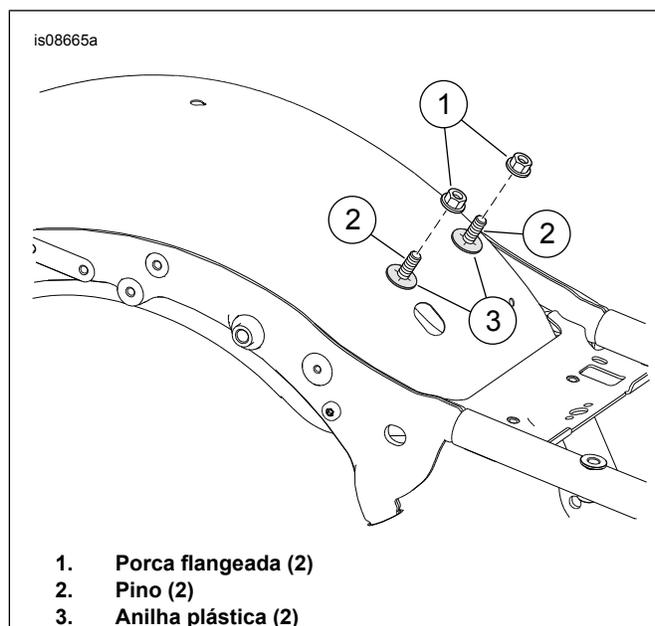

Figura 2. Materiais de montagem
3. Ver Figura 2 . Retire as porcas (1). Deixe as anilhas (3) e pinos (2) no sítio.
5. Ver a Figura 2. Colocar a base de montagem sobre os pinos (2) e as anilhas de plástico (3).